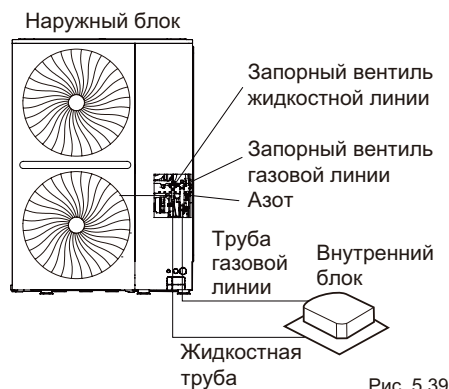

Рис. 5.39
8. Точно так же продуйте другие отверстия, двигаясь последовательно от внутреннего блока А к наружным блокам. См. Рисунок 5.39